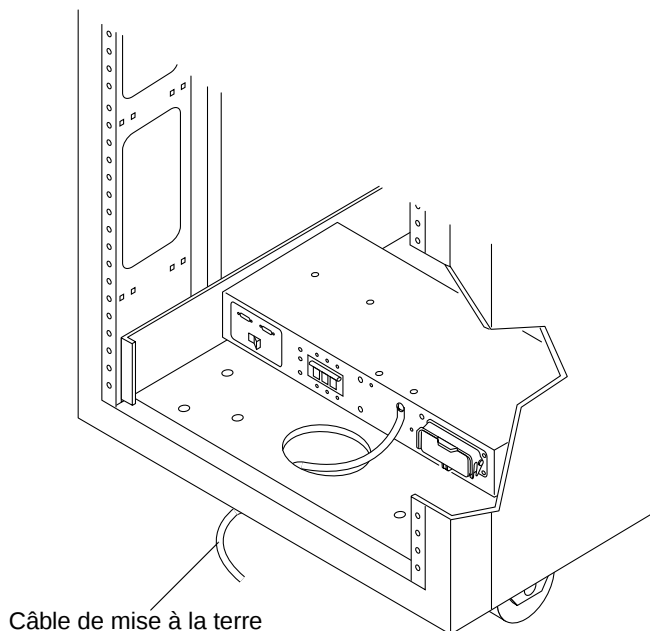

FIGURE B-4 Fixation du câble de mise à la terre au séquenceur d'alimentation avant
3. Fixez l'autre extrémité au séquenceur d'alimentation avant de l'armoire (FIGURE B-4).